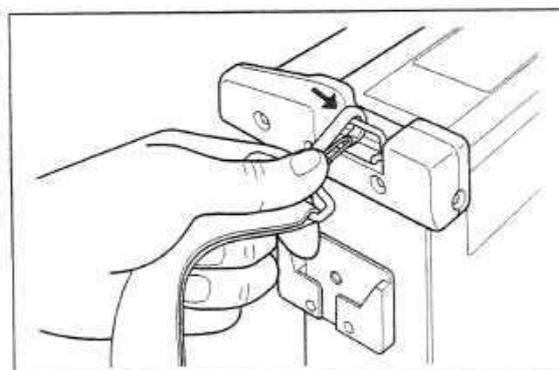

図 3.20
1. 肩ベルトのフックレバーを押しながら MX 本体のベルト受け金具にフックを引っ掛けます (図 3.20 参照)。